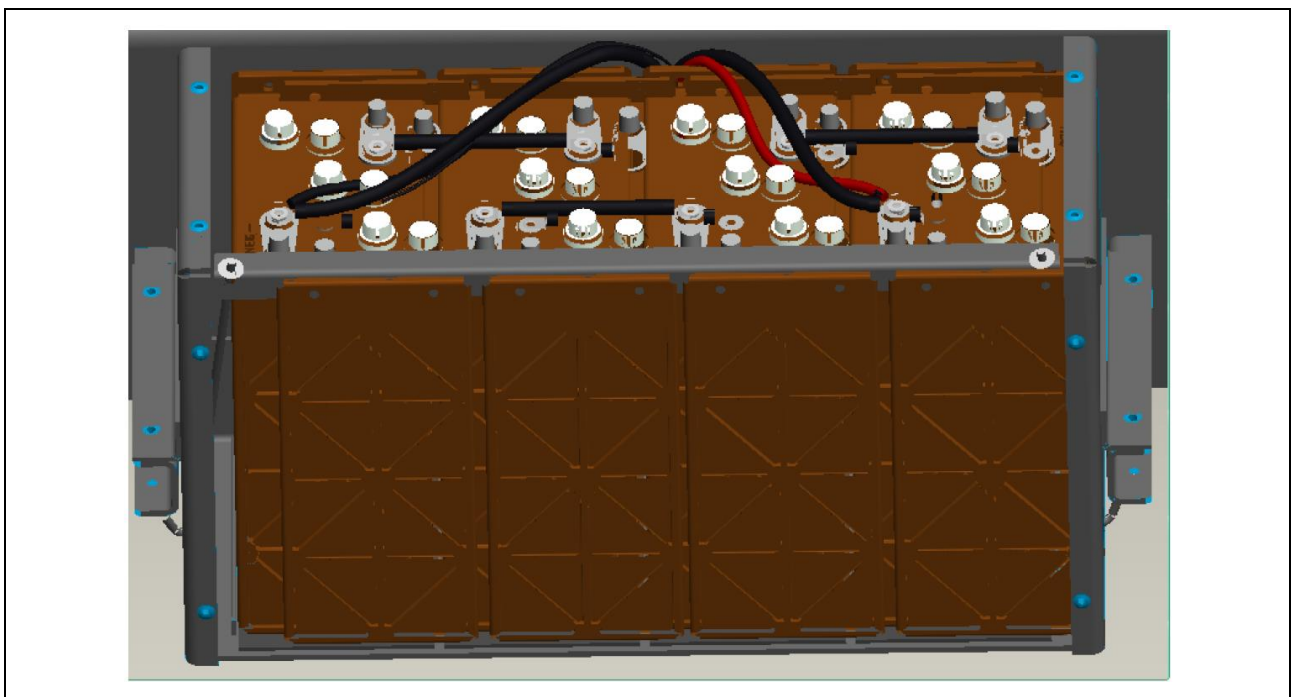

Figura 4-20 Seleccione a caixa da bateria depois de remover a tampa protetora
3. Remova a tampa protetora, porcas e arruelas acima das baterias em ambos os lados da armação, conforme mostrado na Figura 4-20.